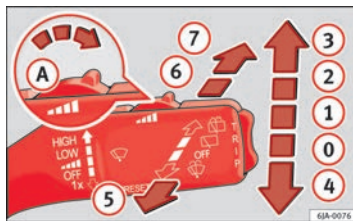

Abb. 66 Scheibenwischerhebel
- Möchten Sie die Frontscheibe **nur kurz** wischen, drücken Sie den Hebel nach unten in die Position **4** ⇒ Abb. 66.
- Bewegen Sie den Hebel nach oben in die Position **1** ⇒ Abb. 66.
- Bewegen Sie den Hebel nach oben in die Position **2** ⇒ Abb. 66.
- Bewegen Sie den Hebel nach oben in die Position **3** ⇒ Abb. 66.
- Ziehen Sie den Hebel zum Lenkrad, Position **5** ⇒ Abb. 66, um die Scheibenwisch- und Waschanlage einzuschalten.
- Drücken Sie den Hebel vom Lenkrad weg in die Position **6** ⇒ Abb. 66, der Scheibenwischer wischt alle 6 Sekunden.
- Drücken Sie den Hebel vom Lenkrad ganz nach vorn in die Position **7** ⇒ Abb. 66, die Waschanlage und der Scheibenwischer funktionieren gleichzeitig.
- Bewegen Sie den Hebel in die Position **0** ⇒ Abb. 66. ■
Wenn das Abblend- oder Fernlicht eingeschaltet ist und der Hebel in der Position **5** ⇒ Abb. 66 gehalten wird, werden kurz die Scheinwerfer gereinigt. Die Scheinwerferwaschanlage wird außerdem nach jedem zehnten Bespritzen der Frontscheibe betätigt.
- Drücken Sie den Scheibenwischerhebel in die Position ④ ⇒ Abb. 66 ⇒ Seite 108 – die Wischerarme fahren in die Servicestellung.
- Schalten Sie die Zündung ein und drücken Sie den Scheibenwischerhebel in die Position ④ ⇒ Abb. 66 ⇒ Seite 108 – die Wischerarme kehren zurück in die Ruhestellung.